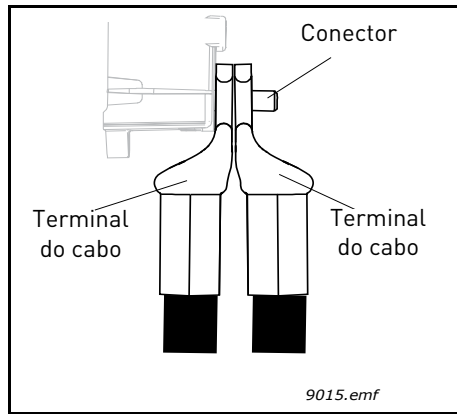

Figura 43. Colocando dois terminais de cabo um sobre o outro
- **NOTA:** Se você ligar vários cabos a um mesmo conector, observe a posição dos terminais do cabo um sobre o outro. Consulte Figura 43 abaixo.